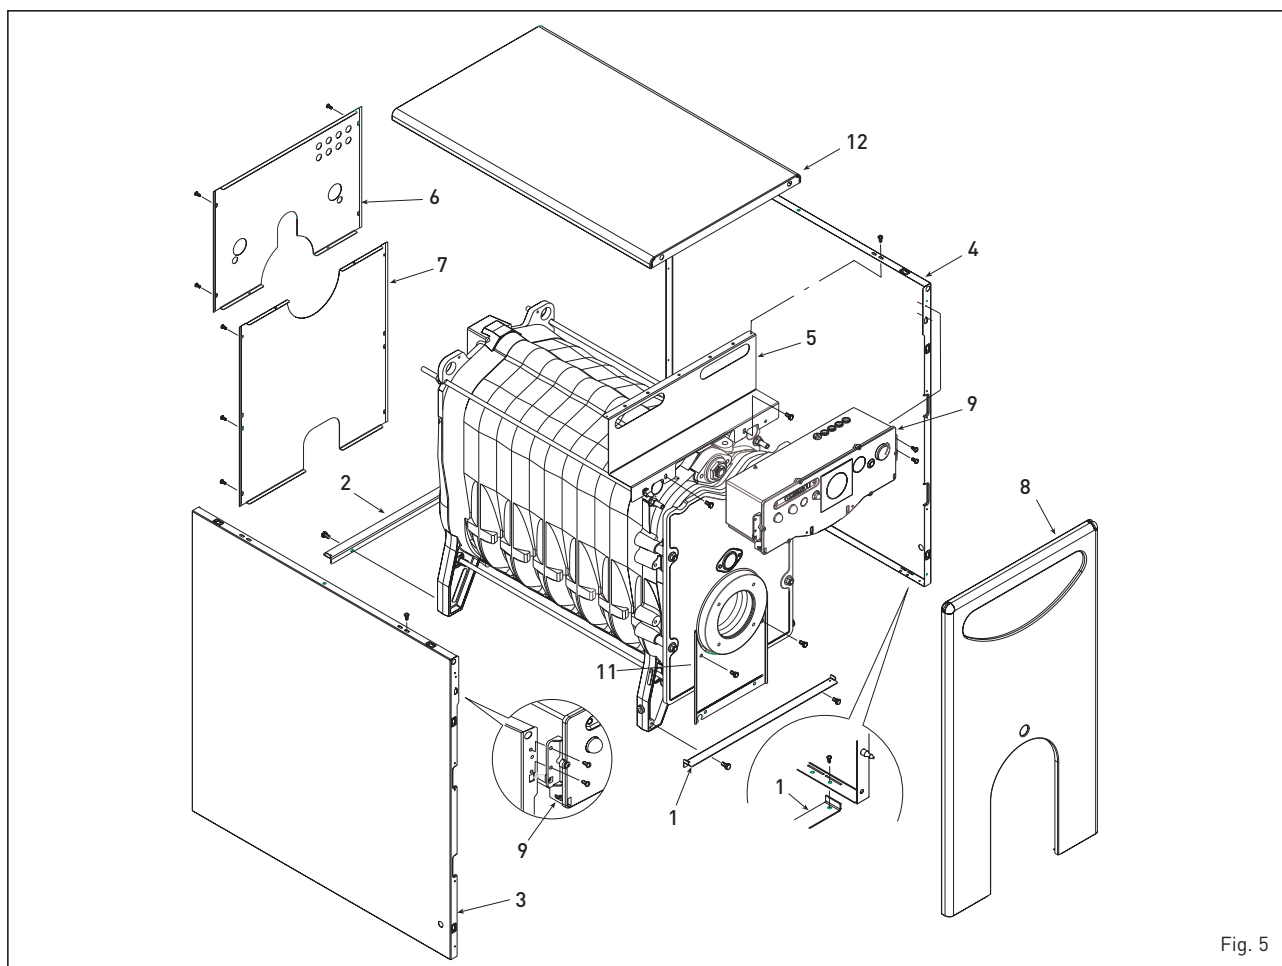

Fig. 5
2.5 MONTAJE DE LA ENVOLVENTE RONDÒ ErP BE (fig. 5)
Para montar la envolvente proceda como indicamos a continuación (fig. 5):